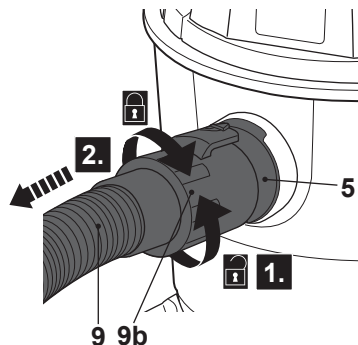

Fig. 12
- > Gire el conector del tubo (9b) en sentido contrario a las agujas del reloj y tire de él para extraerlo de la entrada de aire (5) y desconectarlo del tubo (9) cuando haya terminado (Fig. 12).